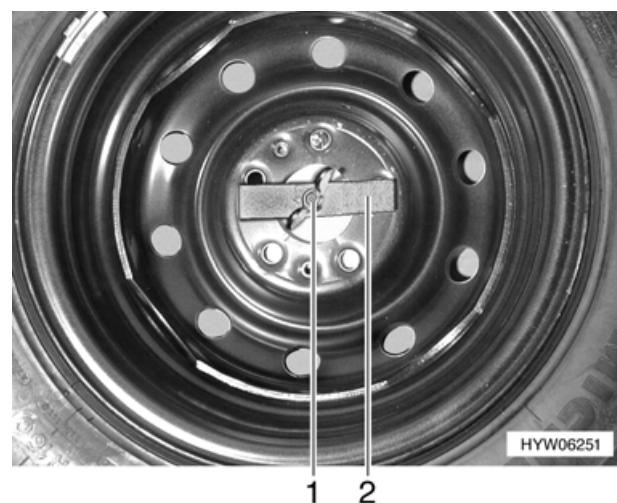

Bild 113 Ersatzrad im Heckstauraum
- Flügelmutter (Bild 113,1) von Hand lösen und abschrauben.
- Druckstück (Bild 113,2) abnehmen.